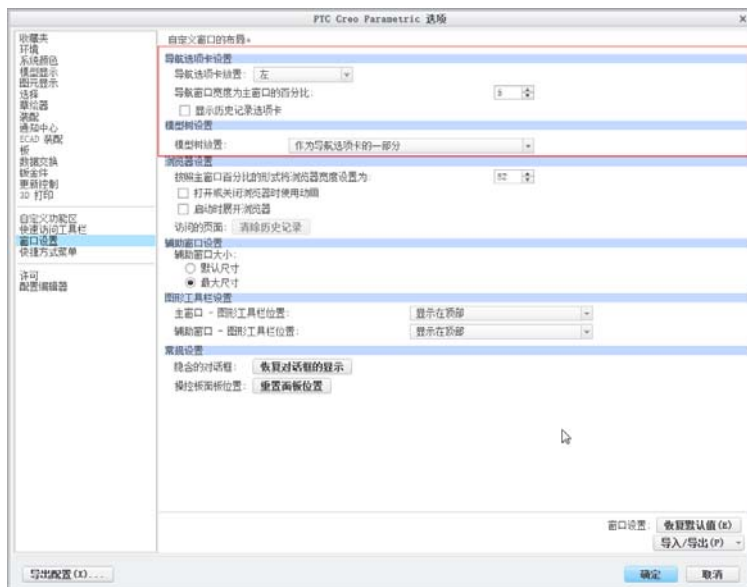

图 1-13 设置导航区
(1) 在窗口左上角单击“文件”按钮，打开文件菜单，从中选择“选项”命令，弹出“选项”对话框。
(2) 在“选项”对话框的左侧列表中选择“窗口设置”，接着在“导航选项卡设置”选项组中设置导航选项卡放置的方位和导航窗口宽度为主窗口的百分比。需要时可以设置在导航区显示历史记录选项卡，此外，还可以设置模型树的放置方式等。
(3) 在“选项”对话框中单击“确定”按钮。如图1-13所示。